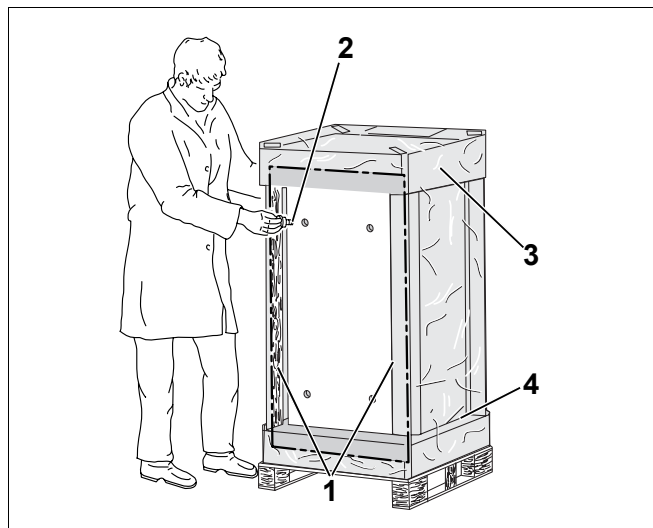

Рис. 3 Вырезать упаковочную пленку и ввернуть опорные болты
- Вырезать упаковочную пленку на стороне, противоположной наклейке "Speicheroberseite" ("Верх бака") (рис. 3).
- Ввернуть 4 опорных болта, (рис. 3, **поз. 2**) входящих в поставку отопительного котла, на 15 – 25мм.
- Удалить обе деревянных угловых планки (рис. 3, **поз. 1**) на нижней стороне бака-водонагревателя.